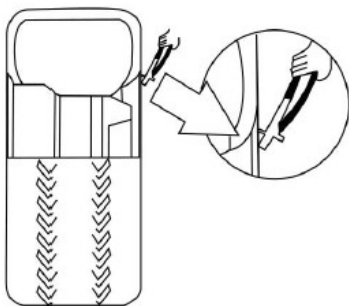

Рис. 11
- Для устранения возможного риска удалите с обода все посторонние вещества и балансировочные грузики (рис. 11)